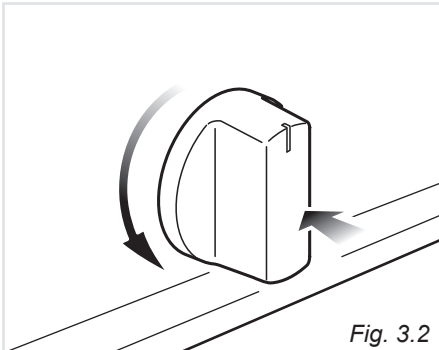

Fig. 3.2
1. Ruotare la manopola del rubinetto gas in senso antiorario (fig. 3.2) fino alla portata massima, premerla e mantenere la pressione, si otterrà l'attivazione dell'accensione.